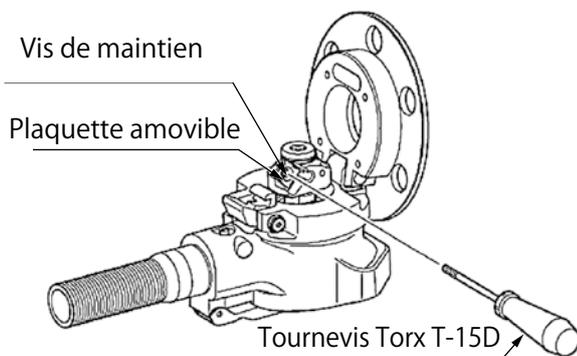

Fig.7
- b. Desserrer la vis de réglage la plaquette amovible grâce à la clé T-15D et retirer la plaquette amovible. (Fig.7)